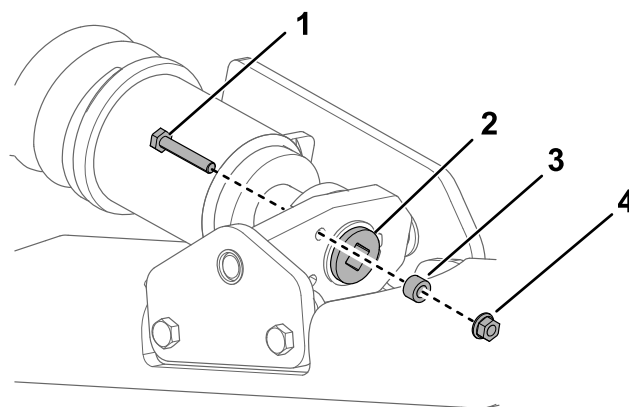

**Рисунок 55**
**Внимание:** Убедитесь, что вы полностью очистили опорные катки, передний каток и ведущее колесо (**Рисунок 55**). Очищенные опорные катки должны свободно вращаться.